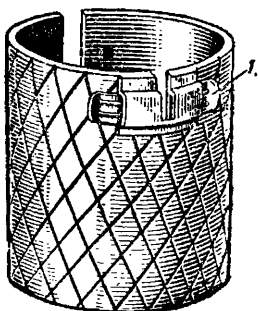

Рис. 5. Оборонительный чехол гранаты обр. 1933 г.
8. Оборонительный чехол (рис. 5) служит для усиления убойного действия гранаты. При взрыве он дает осколки, разлетающиеся во все стороны до 100 м. Для облегчения разрыва наружная поверхность чехла имеет насечку. Чехол надевается на корпус гранаты со стороны верхней крышки и закрепляется задвижкой, которая своим вырезом сцепляется со штифтом корпуса гранаты.